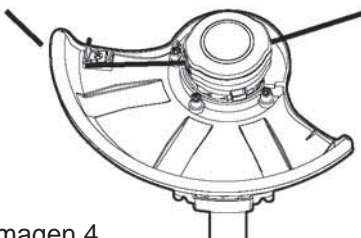

Imagen.4
- > Desenchufe el cable eléctrico de la toma de corriente! Empuje el botón de presión hacia abajo, suéltelo de nuevo y estire ligeramente del extremo del hilo. Repita este proceso hasta que los extremos del hilo queden un poco más allá del cortador de hilo (Imagen 4).